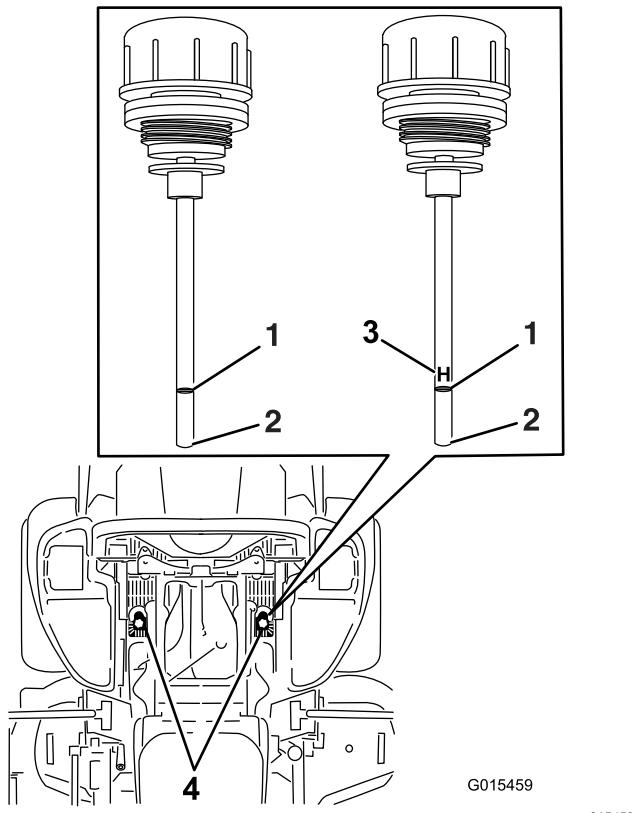

Figure 81
6. Nettoyez la surface autour des jauge des réservoirs du système hydraulique (Figure 81).
7. Sortez une jauge du réservoir hydraulique (Figure 81).
9. Ressortez la jauge et examinez l'extrémité (Figure 81).